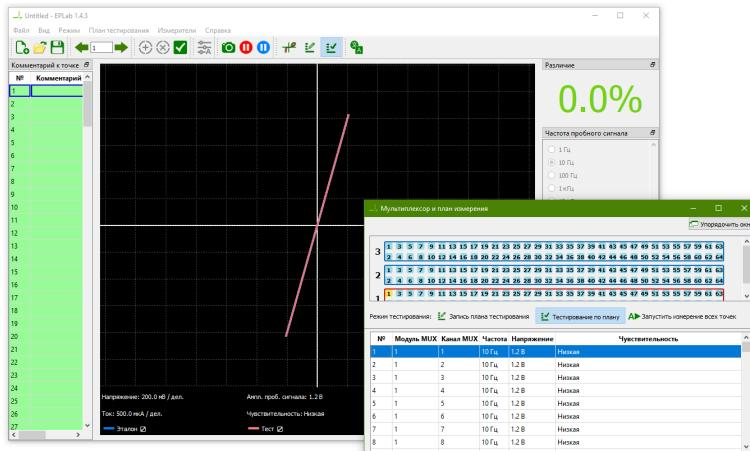

Рисунок 38. Вид окон ПО EPLab при выбранном канале мультиплексора.
7. Если необходимо перезаписать конкретную точку, кликните правой кнопкой мыши по номеру соответствующего канала в окне "Мультиплексор и план измерения". Активный канал подсветится желтым цветом, а в главном окне EPLab будет отображена измеряемая ВАХ (Рисунок 38). Также можно выбрать нужный канал в таблице. Затем зафиксируйте ВАХ с помощью кнопки "Пробел" или Zaфиксирувать тест .